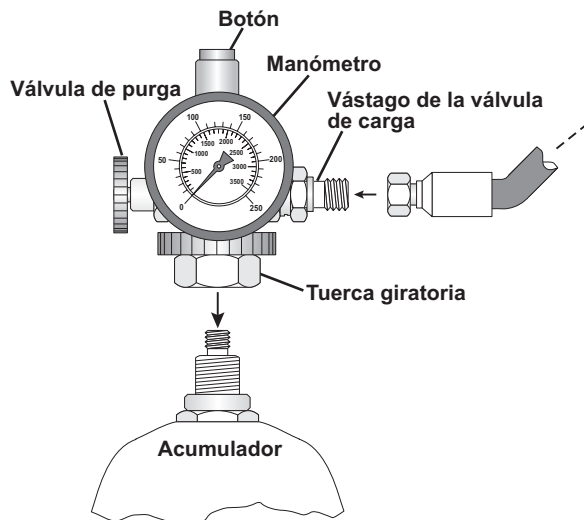

Figura 36
5. Cierre la válvula de purga en el conjunto de la válvula de carga(gire la válvula hacia la derecha hasta el fondo) (Figura 36). Si hay una manguera conectada al vástago de la válvula de carga, desconecte la manguera del vástago de la válvula de carga. Este paso cierra el vástago de la válvula de carga para evitar que la presión del gas se escape de la manguera. Garantiza que la lectura de presión inicial sea precisa.
6. Encuentre la tuerca giratoria en el conjunto de la válvula de carga (Figura 36). Atornille la tuerca giratoria en la válvula de gas del acumulador. Apriete con una torsión de 10 a 15 libras/pulgada.
7. Después de unir la tuerca giratoria, presione el botón en la parte superior del conjunto de la válvula de carga (Figura 36). Esto presionará un pasador adentro de la válvula de gas del acumulador, abriéndola. Lea la presión en el manómetro del conjunto de la válvula de carga. La presión debe indicar 103 bar (1500 psi)